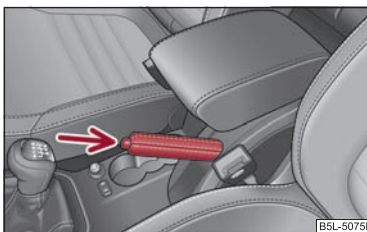

Fig. 108 Consola centrală: Frâna de mână
- Acționați maneta frânei de mână puțin în sus și **în același timp** apăsați butonul de blocare ⇒ fig. 108.